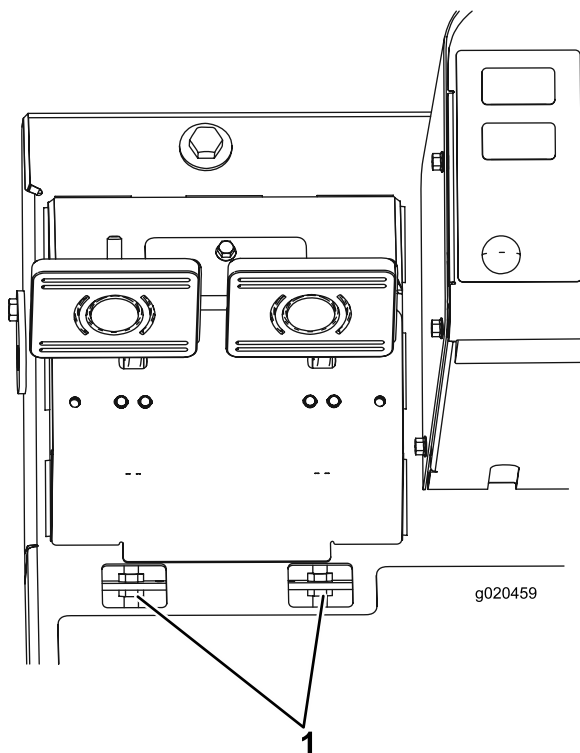

Figura 67
- B. Afloje la tuerca delantera del extremo roscado del cable de freno (Figura 67).